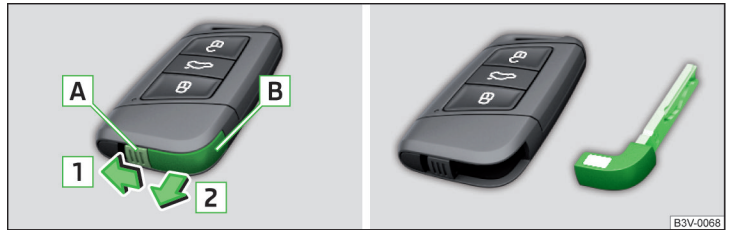

Abb. 49 KESSY-Schlüssel
- ▶ Die Rastnase **A** in Pfeilrichtung **1** entriegeln » Abb. 49.